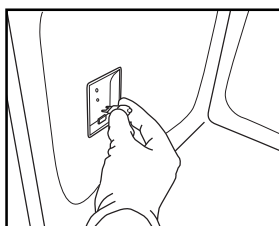

Fig. 8
4. Sostituire la lampada (per il tipo vedere nota) (Fig. 8).